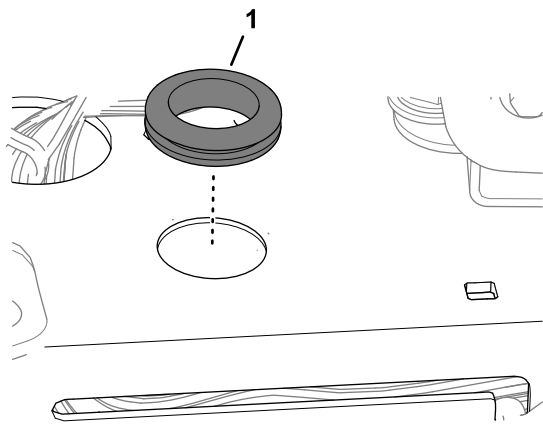

Figure 84
8. Insérez le passe-câble dans le trou (Figure 84).